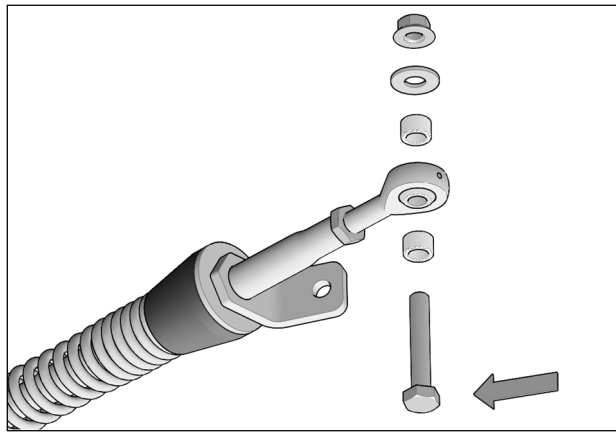

Fig. 12
5. Insérer un boulon à l'extrémité de chacun des ancrages de suspension avant (A1-A2). Fig. 12